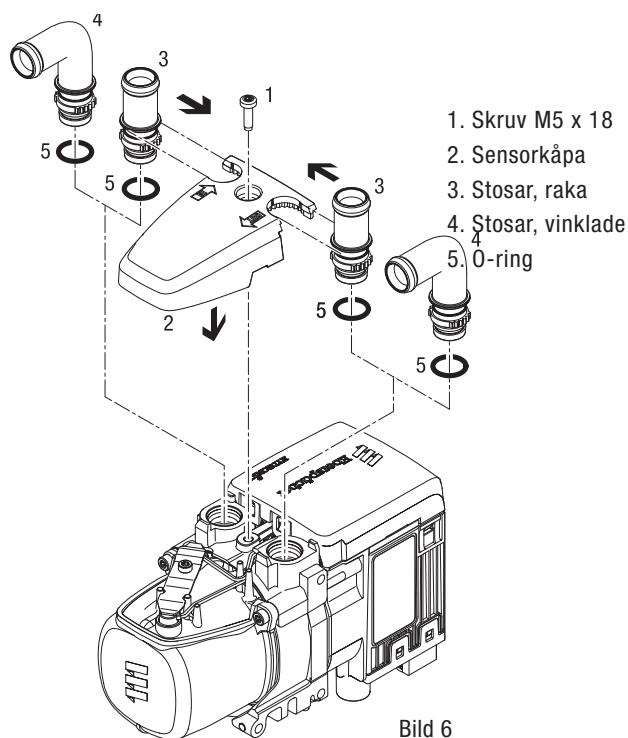

Bild 6
- Beroende på monteringsförhållandena kan de raka (3) eller de vinklade vattenstosarna (4, tillval) monteras tillsammans med sensorkåpan. Se bild 6 och läs om monteringsstegen på sida 7.